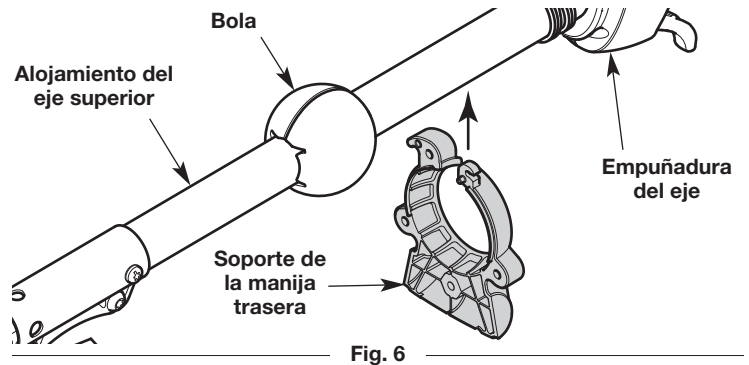

Fig. 6
2. Con cuidado empuje la ménsula de la manija trasera sobre el alojamiento del eje superior (Fig. 6). Verifique que el soporte de la manija trasera quede entre la bola y la empuñadura del eje (Fig. 6).